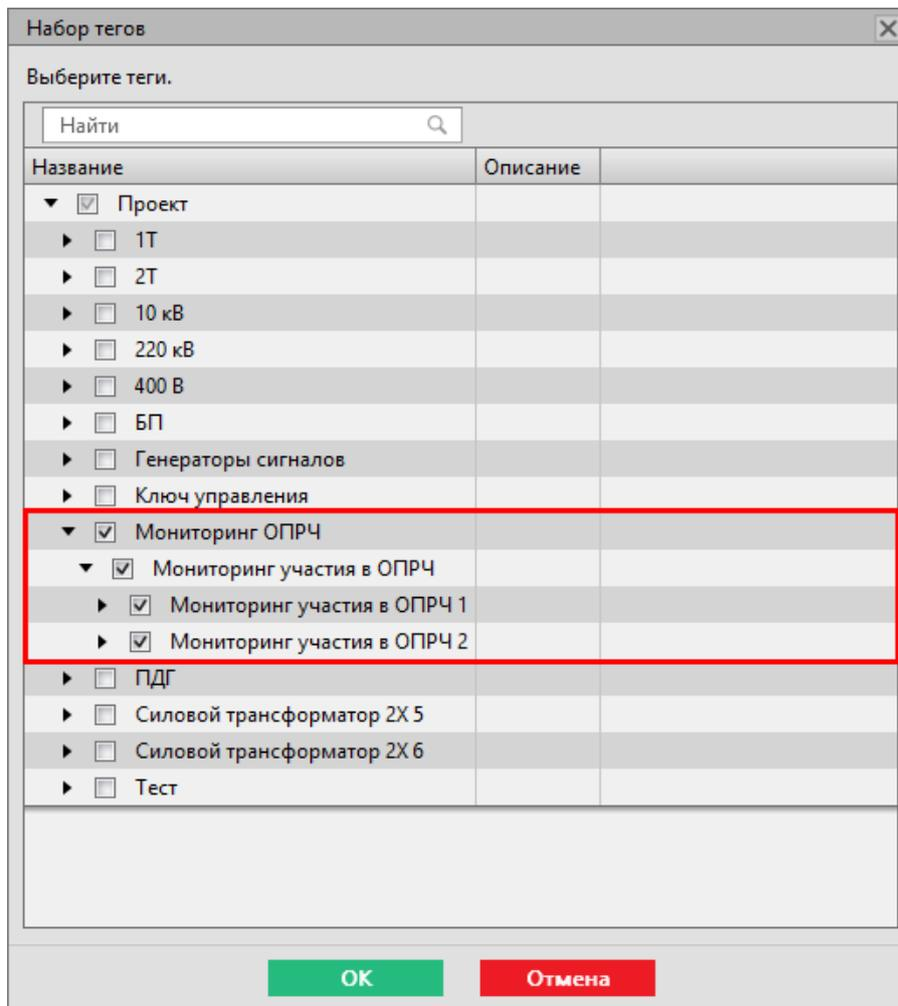

Рисунок 340 - Выбор тегов для политики архивирования
5. Нажмите двойным щелчком по политике архивирования, созданной для мониторинга ОПРЧ в п.3. Выберите теги мониторинга ОПРЧ и нажмите **ОК** (Рисунок 340).